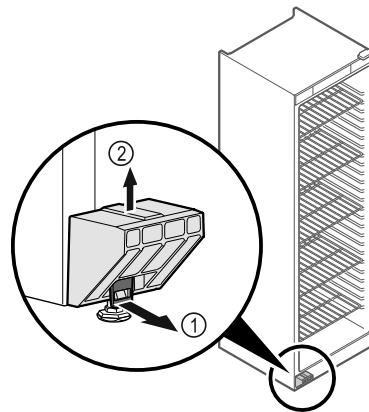

Fig. 4
- ▶ Накладку Fig. 4 (1) потягніть вперед.
- ▶ Транспортний фіксатор Fig. 4 (2) потягнути вгору.